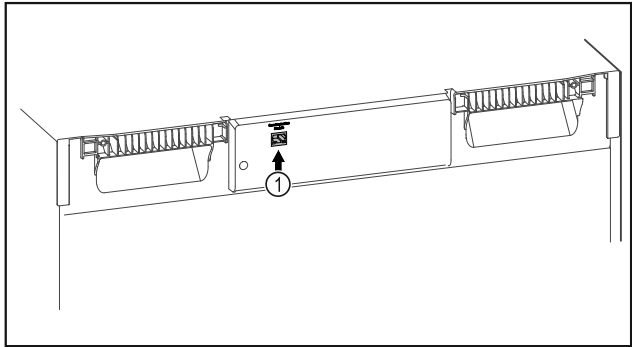

Fig. 105
- ❑ SmartModule Fig. 105 (1) 已使用。